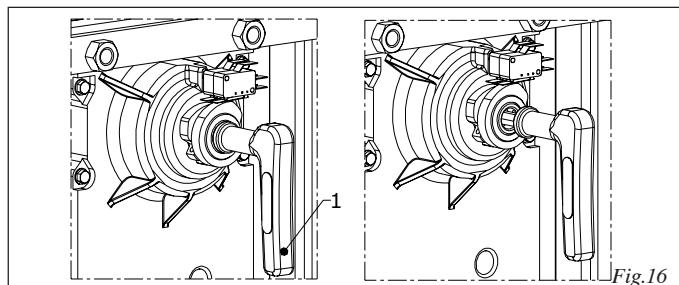

Fig.16
- Den Spezialschlüssel im Pfosten in die Entriegelungsöffnung (Abb. 16 - Bez. 1) einführen und im Uhrzeigersinn einige Male bis zum mechanischen Anschlag drehen.